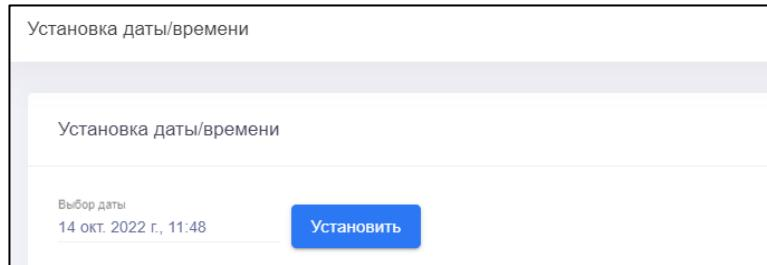

Рисунок 2.33 – Установка даты/времени
- а) на боковой панели СПО навести указатель на раздел «Настройки» и в появившемся списке выбрать пункт «Установка даты». Справа откроется страница «Установка даты/времени» с текущими значениями, установленными в изделии (рисунок 2.33);